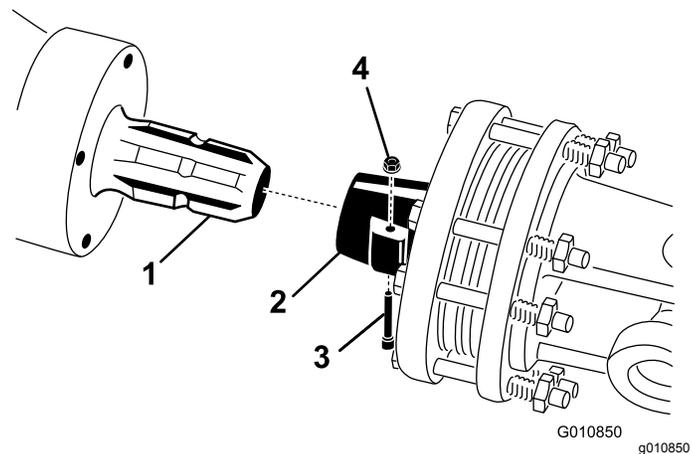

Bild 23
- Entfernen Sie den Stift und die Mutter von der Zapfwelle (Bild 23).
- Schließen Sie das Kupplungsende der Zapfwelle mit dem vorher entfernten Stift und der Mutter an die Antriebswelle des Aerifizierergetriebes an (Bild 23).